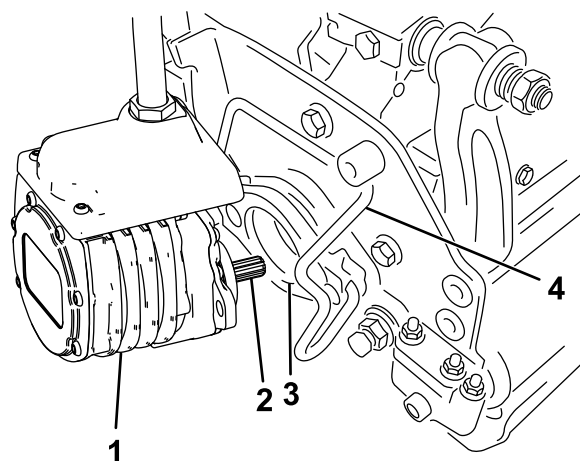

図 33
6. カuttingユニット用モータのスプラインシャフトにきれいなグリスを塗りつける 図 33。
7. モータを、カuttingユニットの左側運転席から見てに取り付け、カuttingユニットについているモータ固定バーを、モータの上から被せるようにセットし、モータの左右から「カチッ」というロック音が聞こえるまで押し下げる 図 33。